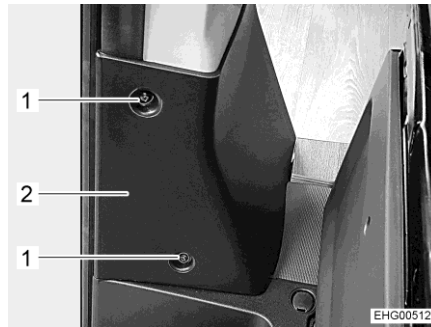
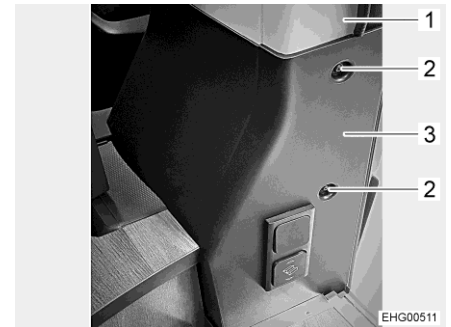

Bild 84 Skydd (sett från förarhytt-dörren)
Bild 85 Skydd (sett från skjutdörren)
- Skruva ur 2 skruvar (Bild 84,1) liksom 2 skruvar (Bild 85,2) och ta bort kåpan (Bild 84,2 och Bild 85,3) från B-stolpen (Bild 85,1).